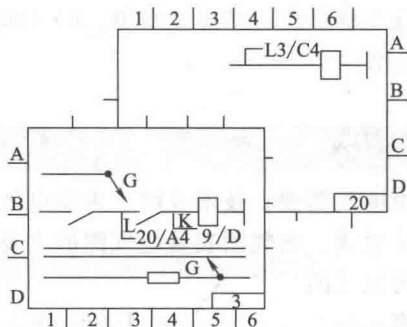

图 1-5 中断表示及其标志
③ 图线的中断表示法及其标志。为了简化线路图或使多张图采用相同的连接表示，连接线一般采用中断表示法，也就是在同张图中断处的两端给出相同的标记号，并给出导线连接线去向的箭头，如图 1-5 中所示的 G 标记号。对于不同张的图，应在中断处采用相对标记法，即中断处标记名相同，并标注“图序号/图区位置”。图 1-5 中，断点 L 标记名，在第 20 号图纸上标有“L3/C4”，它表示 L 中断处与第 3 号图纸的 C 行 4 列处的 L 断点连接；而在第 3 号图纸上标有“L20/A4”，它表示 L 中断处与第 20 号图纸的 A 行 4 列的 L 断点相连。